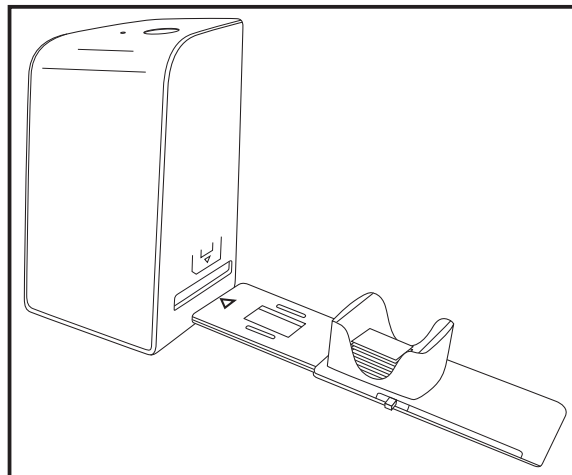

Figure 2
- ◆ Placez les diapositives du bon côté dans le logement à cet effet du chargeur de diapositives ⑥. Environ 10-12 diapositives (en fonction de leur épaisseur) peuvent être placées dans le chargeur de diapositives.
- ◆ Introduisez d'abord le chargeur de diapositives ⑥ avec la fenêtre de visualisation dans le tiroir de droite ④. Veillez à ce que le triangle repère soit à l'avant et bien visible (voir figure 2).